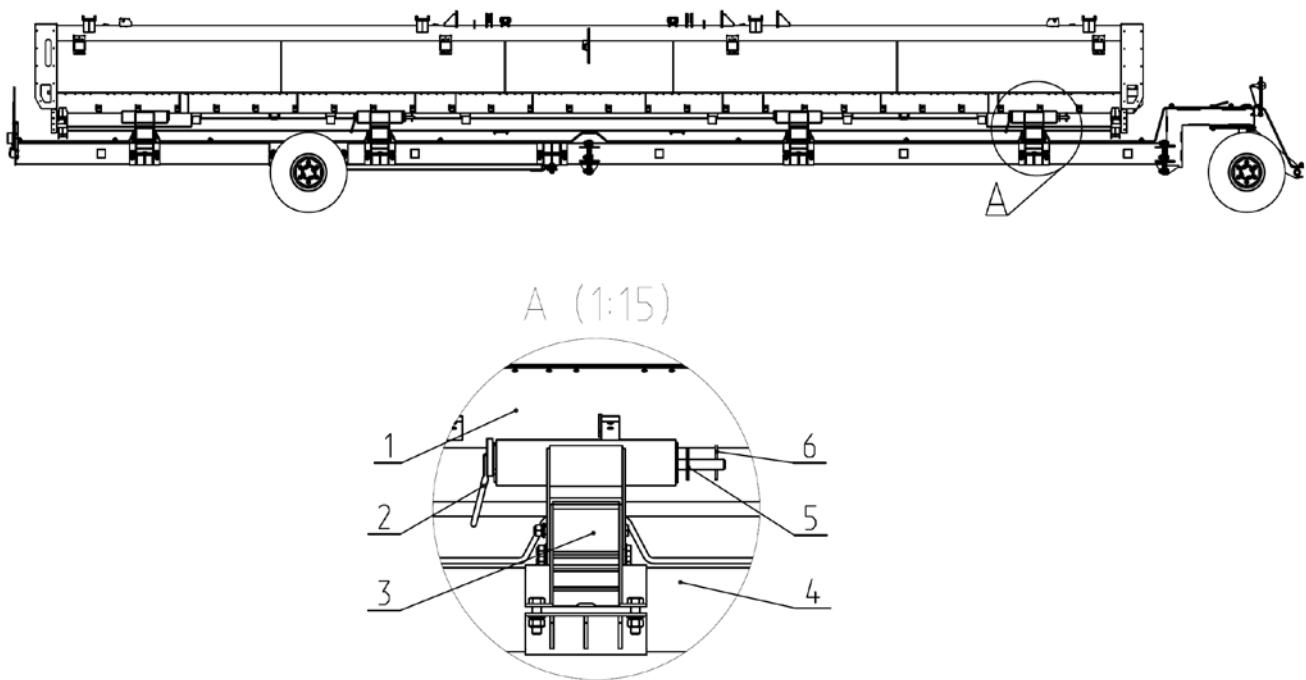

Рис.12 Установка жатки на приспособление.
- опустите жатку на передвижные опоры 3 и зафиксировать пальцем 2, шайбой 5 и шплинтом 6 (см. рис.12) .